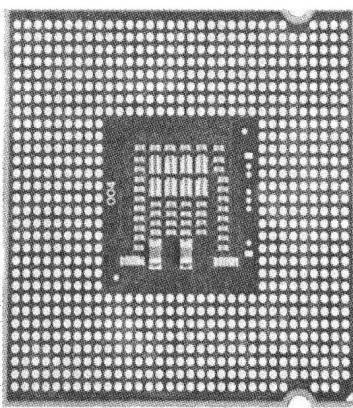

图 1-3 奔腾双核 E5400
(2) 奔腾双核 E5400 采用了 45nm 工艺制造，规格方面与 E5300 并没有太大的不同。具有 800MHz 前端总线，2MB 的二级缓存，处理器的外频同样为 200MHz，倍频为 13.5X，接口方面仍然为 LGA 775，TDP 功耗为 65W。E5400 的主频有了较大幅度的提升，为 2.7GHz，比 E5300 高 0.1GHz，但预计超频空间很大，如图 1-3 所示。